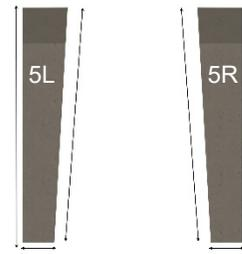

Figure 12. Parois latérales supérieures - Vue de dessus
F. Installez les parois latérales supérieures (5L) et (5R), en vous assurant que la pièce correcte est placée en position. La position correcte est celle où la paroi intérieure, la paroi extérieure et l'avant sont parallèles aux pièces de la paroi médiane. Placez chacune d'entre elles de manière à ce que l'avant soit en retrait de 3½ pouces par rapport à l'avant de la pièce de paroi intermédiaire située en dessous. Voir les figures 12 et 1.3